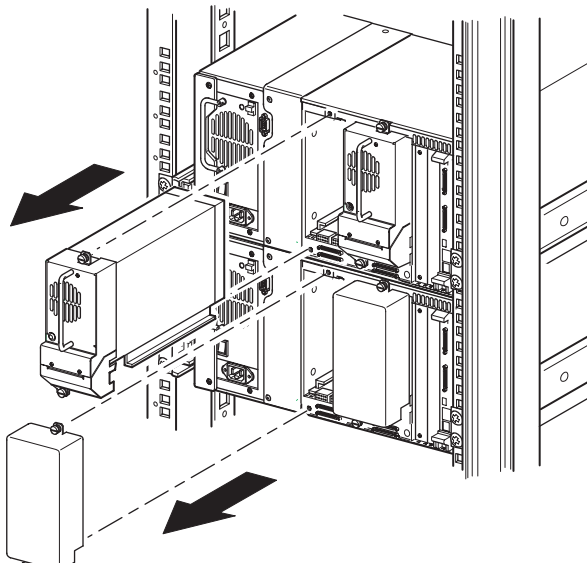

Abbildung 2-7: Zugang zum Laufwerksschacht 1
2. Entfernen Sie die Leerblende oder das Laufwerksmodul 1 aus dem Schacht, der an den Schacht angrenzt, der durch die PTM-Schachtabdeckung verschlossen ist (siehe Abbildung 2-7).